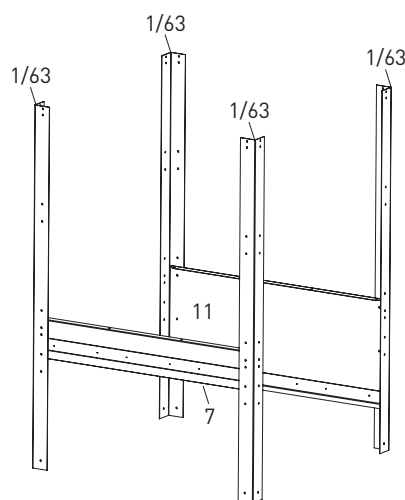

Fig. 6 Profili angolari di supporto con elementi di collegamento
Avvitare 1 elemento di collegamento longitudinale (7) e 1 elemento di collegamento inferiore sul retro (11). Inserire tutte le viti dall'esterno verso l'interno, avvitare i dadi all'interno e serrarli solamente a mano – Fig. 6.